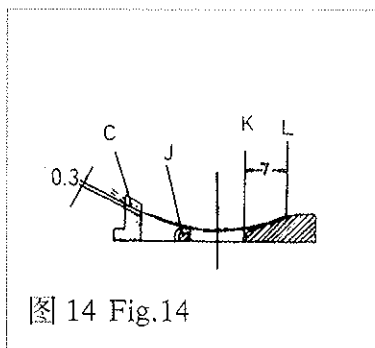

图 14 Fig.14
(2)高低位置 机针与针板的高低位置有三处(图14):
① 机针与针板左导针槽“C”底面距离不大于0.3毫米。
② 机针与机针护板“J”应轻微接触;
③ 机针与针板右导针槽底面(KL弧面)刚好接触。
The are three locations between the needle and the needle plate(Fig.14)